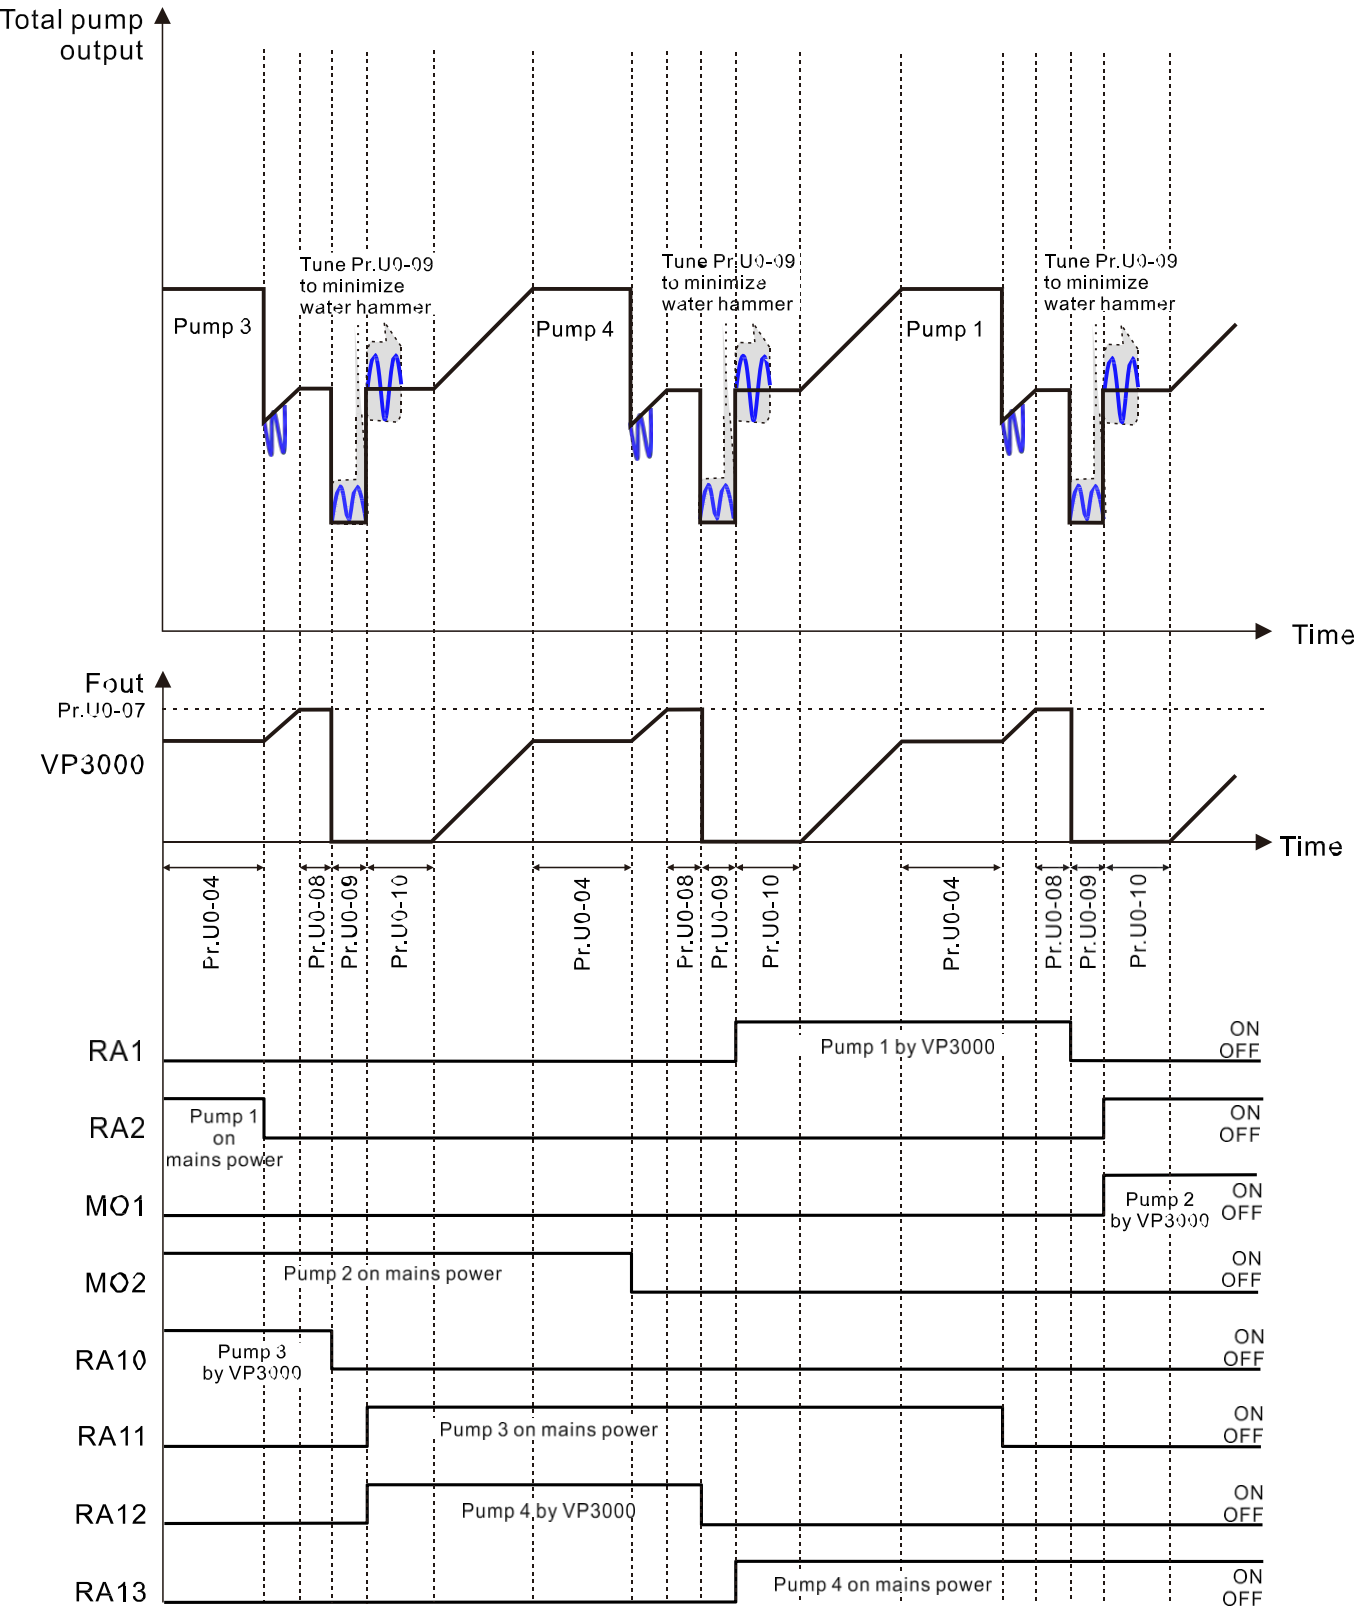

Рисунок 16. Послідовність ситуації 3
- Коли для балансування тиску в системі потрібно три насоси, а привід змінного струму керує одним комплектом головних насосів, а мережеве живлення забезпечує два допоміжні насоси, спочатку вимкніть перший допоміжний насос (Насос 1) відповідно до параметра Pr.U0-04 (Час циркуляції), щоб зменшити тиск головного насоса та збільшити швидкість. Поточний головний насос (Насос 3) потім відключається від мережі, щоб стати допоміжним насосом, а наступний насос (Насос 4) запускається як головний (див. Рисунок 16) і так далі.